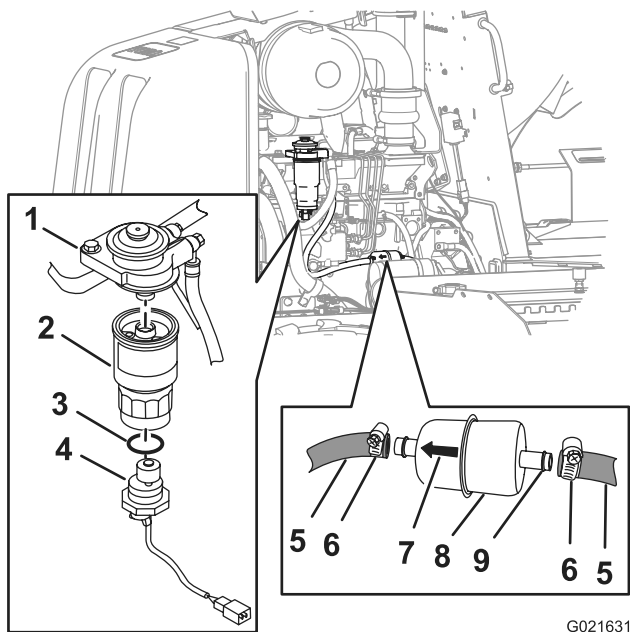

Figura 128
4. Solte as abraçadeiras das mangueiras e desconecte o filtro de combustível primário das mangueiras de combustível (Figura 128).
5. Alinhe no novo filtro de combustível primário com as mangueiras, com a seta impressa no filtro apontada para frente (Figura 128).
6. Encaixe as mangueiras sobre a respectiva espiga no filtro de combustível primário e aperte as abraçadeiras (Figura 128).
- C. Segure com firmeza o elemento do filtro de combustível secundário e gire o sensor de água no sentido anti-horário, removendo o sensor de água (Figura 128).
D. Segure o filtro de combustível secundário com firmeza e gire-o no sentido anti-horário, removendo o filtro do adaptador (Figura 128).
- Alinhe o novo filtro de combustível secundário com o seu adaptador (Figura 128).
- Alinhe o novo anel "O-ring" sobre o sensor de água (Figura 128).
- Alinhe o sensor de água com o fundo do filtro de combustível secundário (Figura 128).
- Segure o elemento do filtro secundário com firmeza e gire o sensor de água no sentido horário, apertando-o manualmente (Figura 128).